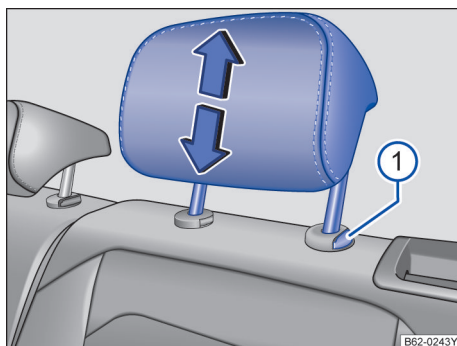

图 61 调整后排头枕
- 按住按钮→图 61①，同时沿箭头方向上推或下压头枕即可将头枕调整至合适高度→▲，在**拆卸和安装头枕**中，见第 64 页。